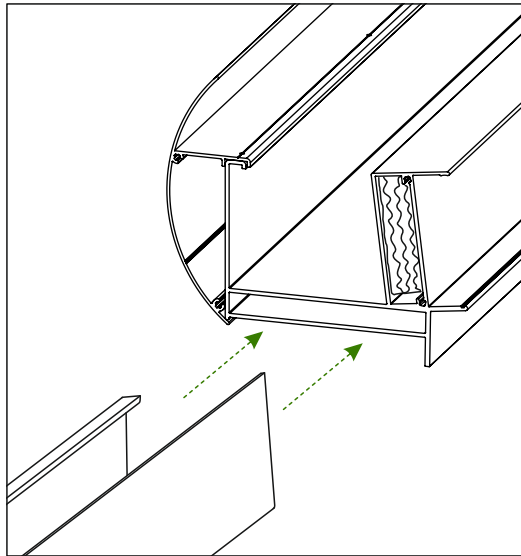

Abb. 4
4. Befestigen Sie nun jeden Mittelsparren jeweils mit 2 Schrauben an dem Wandprofil und an dem Rinnenprofil. Zusätzlich wird jeder Mittelsparren mit einer Schraube an den Rinnenprofil von unten angeschraubt. Siehe Abb. 4.
1. Die Polycarbonatplatten werden bereits mit dem Klebeband verschlossenen Kanten geliefert. Wenn Sie die Polycarbonatplatten gekürzt haben oder diese ohne die verschlossenen Kanten geliefert bekommen haben, so empfehlen wir die Kanten mit dem Atmungsaktiven Klebeband zu verkleben umso die Verschmutzungen in den Hohlkammern der Platten zu vermeiden. Siehe Abb. 4.
4. Zum einrasten der Sparrenabdeckungen können Sie einen Gummihammer, mit angemessener Kraft, verwenden. Beachten je nach Ausführung ihrer Terrasse die untere Abbildung. Siehe Abb. 4.
4. Schieben Sie nun das Rinnenverbindungsstück links in das noch nicht befestigte Rinnenprofil Siehe Abb. 4. und platzieren Sie es bündig an das angebrachte Rinnenprofil und den Pfosten. Schieben Sie es hierfür in die dafür vorgesehene Öffnung im Mittelsparren und fixieren Sie den Mittelsparren mit einer Schraube. Siehe Abb. 5.